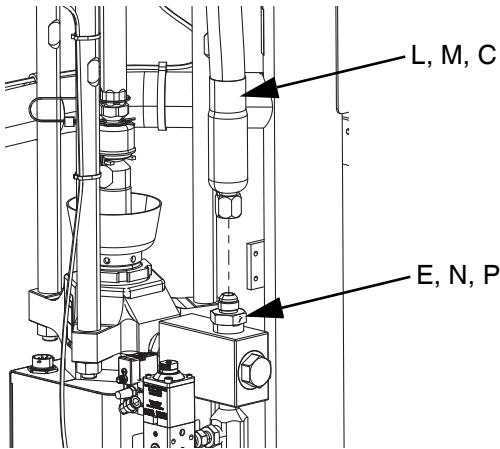
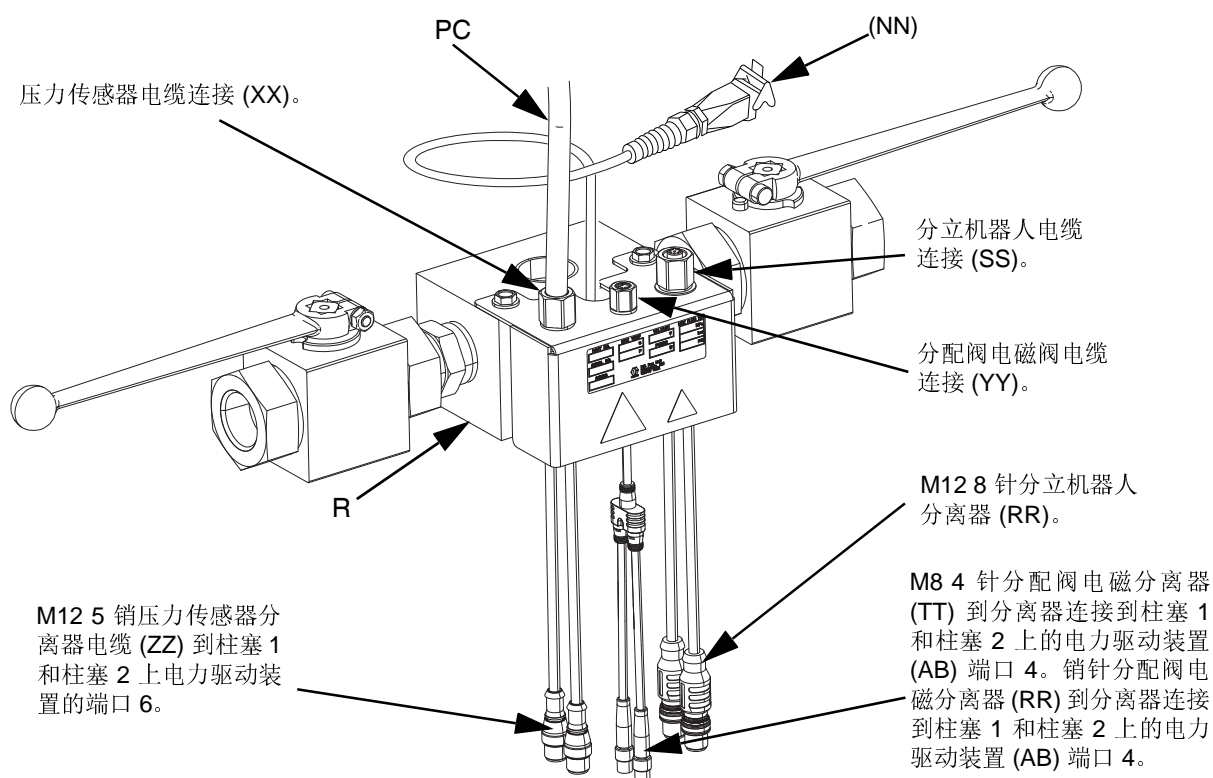

图 18
图 22
4. 如果使用单 iQ 柱塞供给系统，则将供料软管 1 (C) 连接到柱塞供料系统以供给软管 1 接头 (E)，如图 1 和图 18。
- a. 将串联软管 1 (L) 连接到柱塞供料单元 1 到串联软管 1 接头 (N)，如图 2 和图 18。
- b. 参照图 22 将串联软管 2 (M) 连接到串联软管 2 接头 (P)，如图 2 和图 18。
1. 如果使用单 iQ 柱塞供料系统，则将压力传感器电缆 (PC) 从分配阀 (B) 连接到电动驱动器 (AB) 的端口 6。有关单柱塞系统详细信息，请参见电动驱动器通讯接头通信，第 16 页。
- a. 将压力传感器电缆 (PC) 从分配阀 (B) 连接到串联截止阀压力传感器分离器。参见图 22。
- b. 将串联模块 (R) 上的 M12 5 针压力传感器分离器电缆 (ZZ) 的一个外螺纹端连接到柱塞 1 上电动驱动器 (AB) 的端口 6 上。第二个外螺纹端连接到柱塞 2 上的端口 6。有关串联柱塞系统详细信息，请参见串联柱塞，第 17 页。